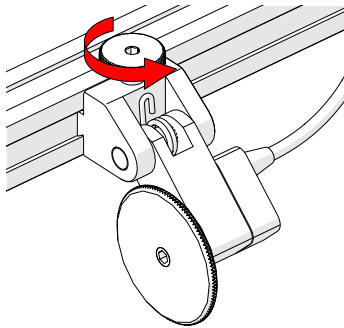

Fig. 58 - Tighten knob
2. Tighten the encoder knob (Fig. 58).